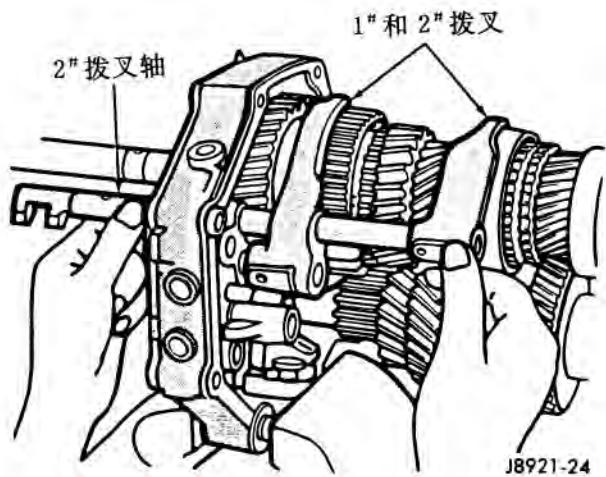

图 24 拆卸 1-2 档和 3-4 档拨叉和
(10) 拆下 2# 拨叉轴和 1-2 档拨叉和 3-4 档拨叉 (图 24)。